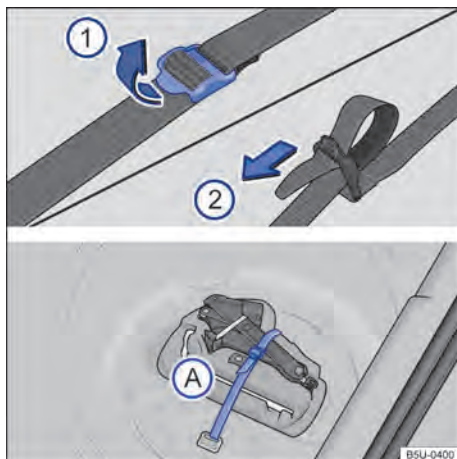

Fig. 124 No compartimento de bagagem: cinta de fixação da caixa de ferramentas e caixa de ferramentas de bordo.
Para soltar a cinta de fixação → Fig. 124 (A), puxar a fivela no sentido da seta ①.